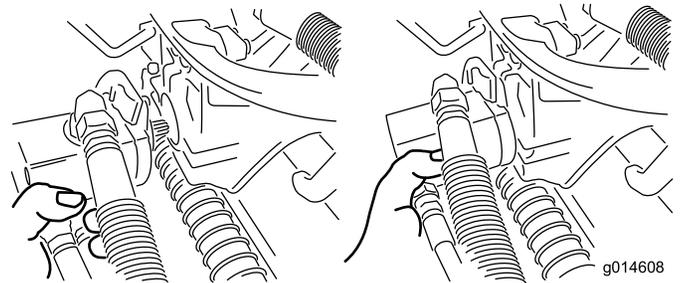

Figura 51
- Mova o motor para o local de armazenamento na parte da frente do braço de suspensão (Figura 51).